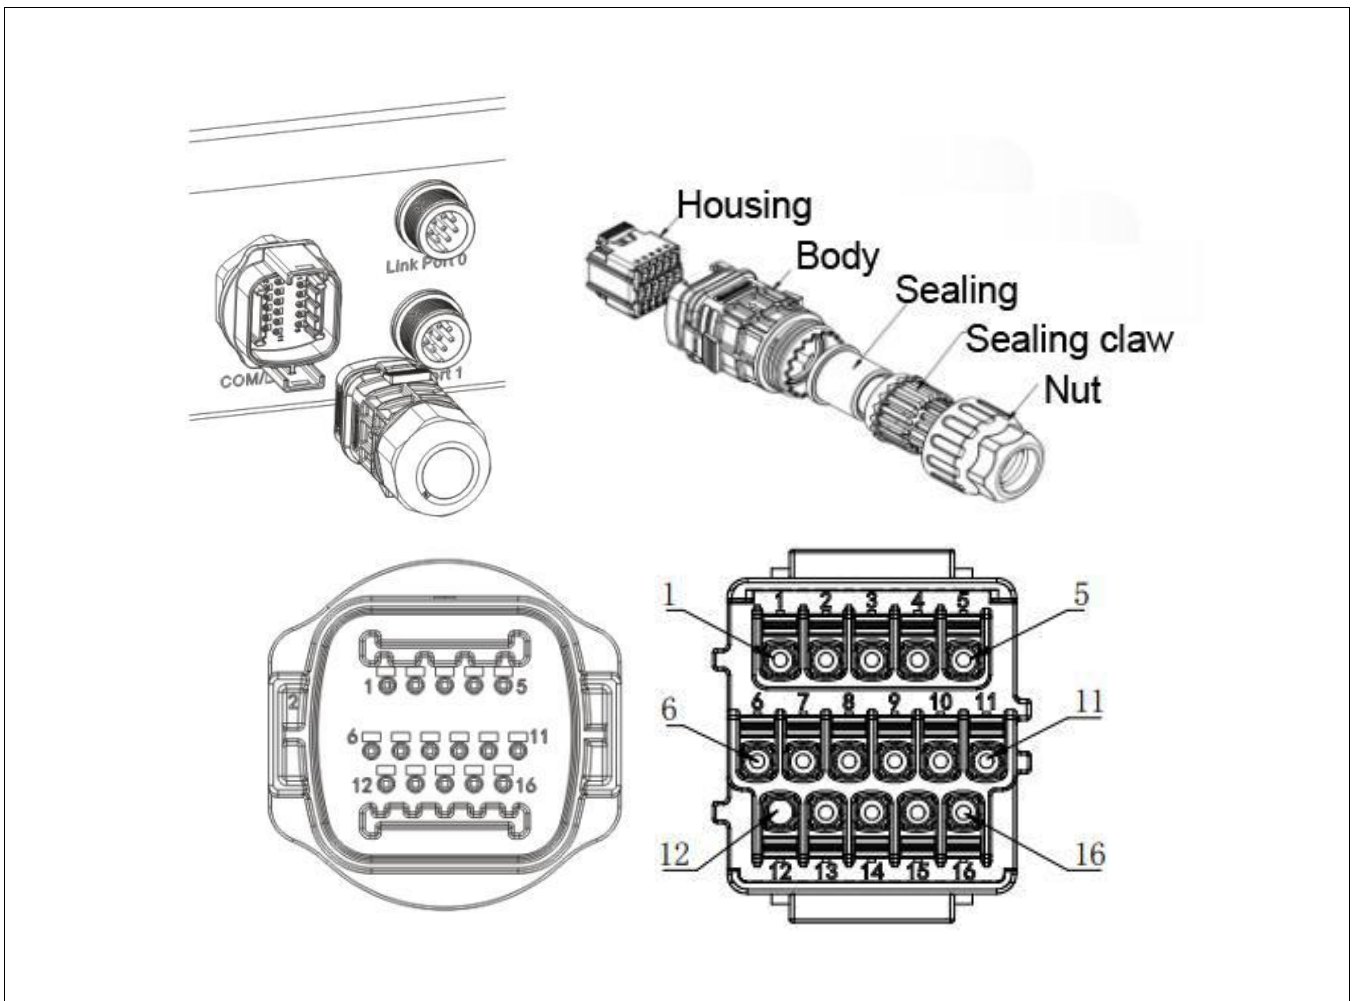

Abbildung 23: Multifunktionaler COM-Anschluss
- Siehe auch Abbildung 23 und Tabelle 11 in Kapitel 5.8 !